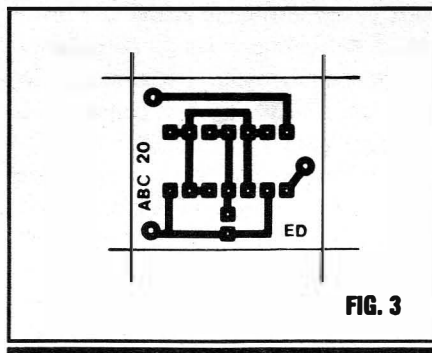

FIG. 3
- No LED, notar que (devido ao **lay out** “espremido” da montagem...) usamos uma estilização particular para a representação do componente no “chapeado”, claramente referenciado o terminal de **catodo** (K) pelo lado “chanfrado” da base do componente...
- **FIG. 3 - LAY OUT DO CIRCUITO IMPRESSO ESPECÍFICO** - A plaqueta é vista, em seu padrão mínimo de ilhas e pistas cobreadas, em tamanho natural, bastando copiar (“carbonar”) diretamente o dito padrão sobre a face cobreada de um fenolite virgem, nas convenientes dimensões, promovendo em seguida a traçagem, corrosão, limpeza e furação, nos conformes das Instruções já dadas várias vezes no decorrer do nosso “Curso”... Na confecção, cuidado com as estreitas “separações” entre as minúsculas ilhas destinadas à recepção das “perninhas” do Integrado, já que tais localizações são muito propícias ao sur-